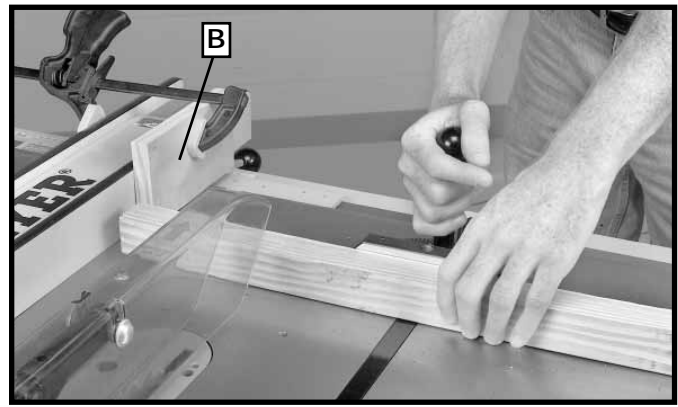

Fig. S4
Cuando corte transversalmente un número de piezas de la misma longitud, puede fijar un bloque de madera (B) a la guía y utilizarlo como un calibrador de corte como lo muestra la Fig. S4. El bloque (B) debe tener un espesor de al menos 19 mm (3/4") para evitar que la pieza cortada se trabe entre la hoja y la guía al retirarla de la hoja de la sierra. Es importante que este bloque de madera siempre esté ubicado delante de la hoja de la sierra como se muestra en la ilustración. Una vez determinada la longitud del corte, asegure la guía y utilice el calibrador de inglete para introducir el trabajo en el corte.
⚠ PRECAUCIÓN Cuando utilice el bloque (B), Fig. S4 como calibrador de corte, es muy importante que el extremo posterior del bloque esté ubicado de modo que libere la pieza de trabajo antes que ésta entre en contacto con la hoja.